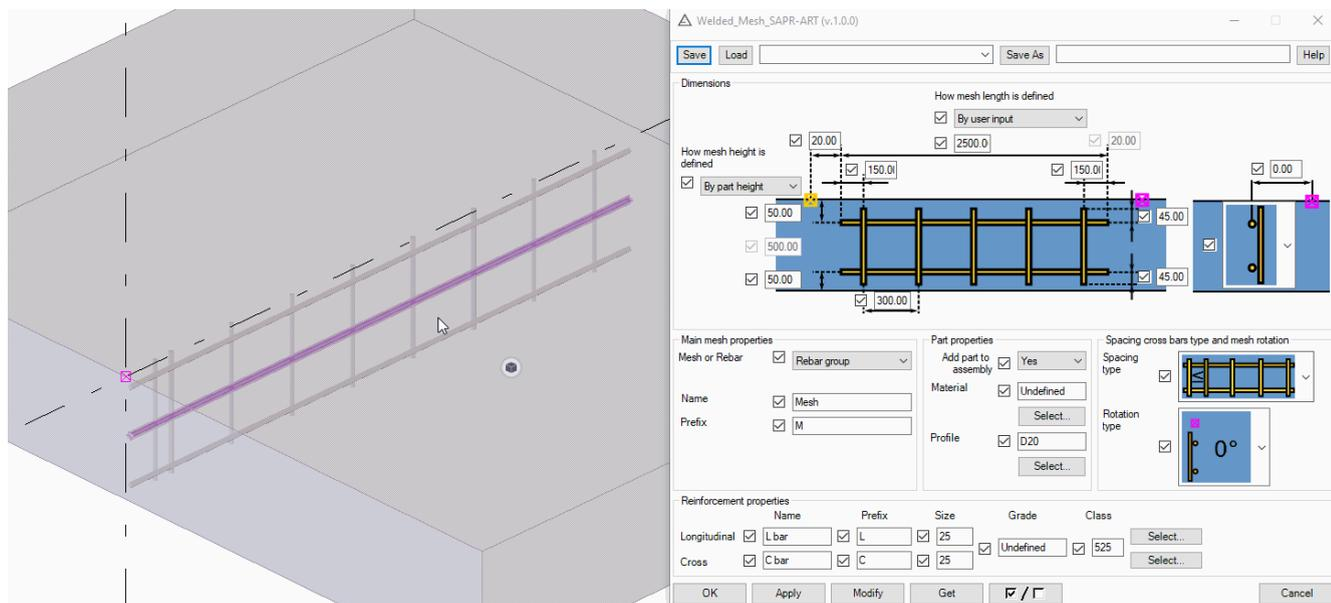

Рис. 10. Поворот и изменение типа шага
2. Поворот сварного каркаса (см. рис. 10)